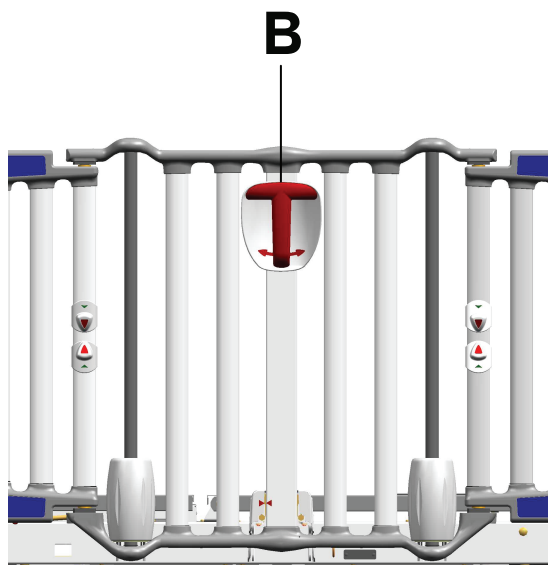

Figura 6 – Pega de ativação da grade lateral
1. Segure a alavanca de ativação da grade lateral (B), prima o gatilho de ativação e rode a alavanca para a esquerda ou direita (Figura 6).